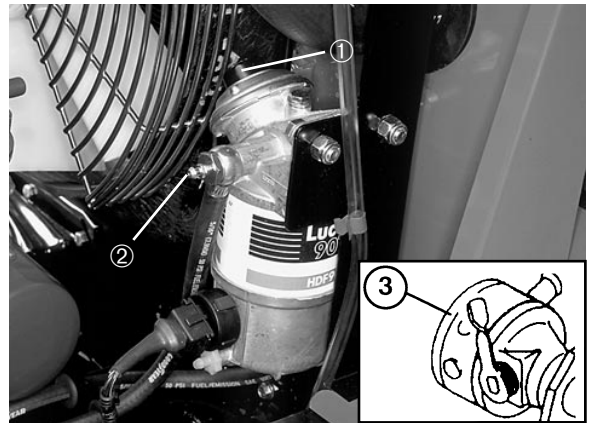

Fig. 13
3. Allentare di alcuni giri il tappo di spurgo del filtro del carburante (Fig. 13). Pompate l'innescatore del carburante finché dal foro della vite di spurgo non fuoriesce un flusso continuo di carburante. Quando il carburante cessa di fare schiuma, serrare la vite di spurgo durante la corsa discendente dell'innescatore. Tergere il carburante versato.